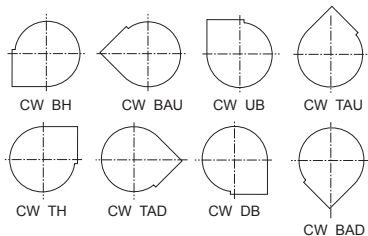

Figure 3
1. Cette soufflante Dayton est assemblée et livrée en position de refoulement ascendant. Pour changer d'orientation, voir les positions de décharge possibles à la Figure 3 (vues depuis le côté moteur).